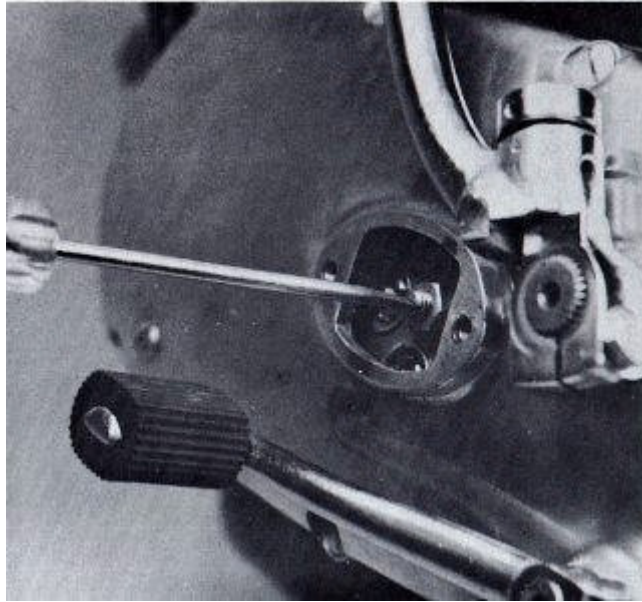

FIG. 123
24. Mueva el embrague de accionamiento brazo hacia atrás y hacia adelante. Debe tener por lo menos 1 / 2 "a 5 / 8" del movimiento. Si no es así, girar el motor hacia el lado primario y afloje y quite los dos tornillos que sujetan TH6 pequeña tapa de inspección en el centro del caso. Retire la tapa y se expone la placa de presión del embrague con un tornillo de ajuste de la varilla de empuje y la tuerca de bloqueo. Afloje la tuerca en el centro de la placa de presión. Algunos modelos tienen una tuerca de 13 mm y algunos utilizan una tuerca de 14 mm. Con un destornillador, gire el tornillo de regulación hasta que empiece a bind (Fig. 123). En este punto no debe haber en juego en todo el embrague de accionamiento del brazo. Luego, gire el tornillo en sentido antihorario alrededor de dos vueltas, o hasta que es 1 / 2 "a 5 / 8" movimiento en el brazo. Apretar la tuerca de seguridad y otra vez, el movimiento del brazo. Vuelva a instalar la tapa de inspección, dos arandelas de presión y los dos tornillos. Apriete los tornillos.